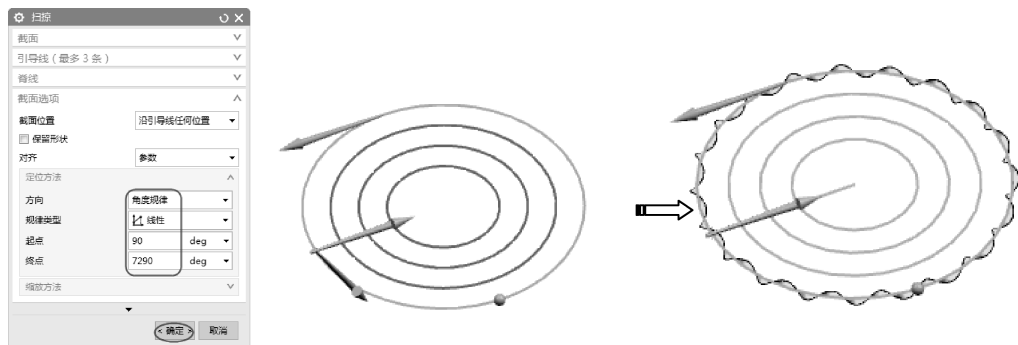

图 5-109 创建扫掠曲面
- 09 再使用【扫掠】工具, 选择直径为 100 的草图曲线作为引导线, 创建出如图 5-109 所示的扫掠曲面。